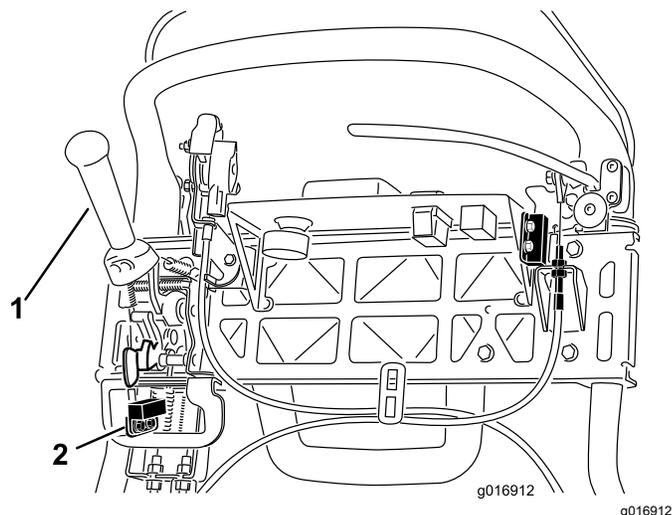

Figura 41
4. Allentare gli elementi di fissaggio del microinterruttore di sicurezza (Figura 41).
5. Posizionare uno spessore di 1,6 mm tra la leva di trazione e il microinterruttore di sicurezza (Figura 41).